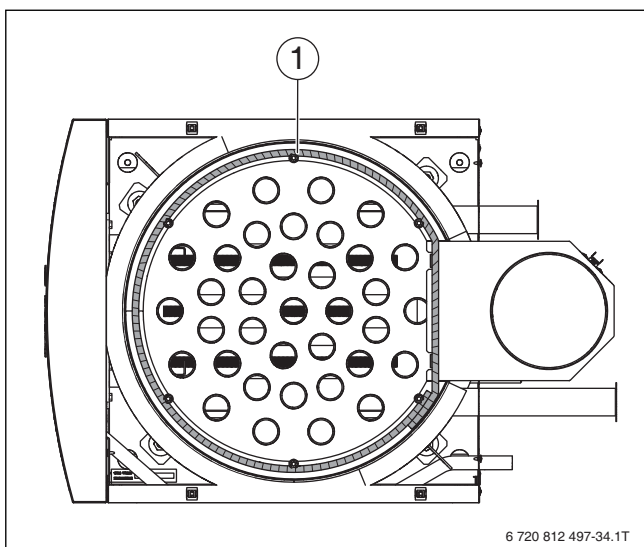

Рис. 36 Укладка уплотнительного шнура
- ▶ Снова уложите уплотнительный шнур (→ рис. 36, стр. 33).